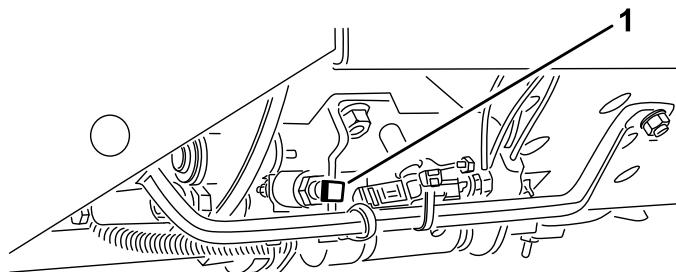

Bild 25
**Wichtig:** Die Mähgeschwindigkeit wird im Werk auf 9,7 km/h eingestellt. Sie können die Mähgeschwindigkeit durch Drehen an der Geschwindigkeitsanschlagschraube (Bild 25) erhöhen oder verringern.